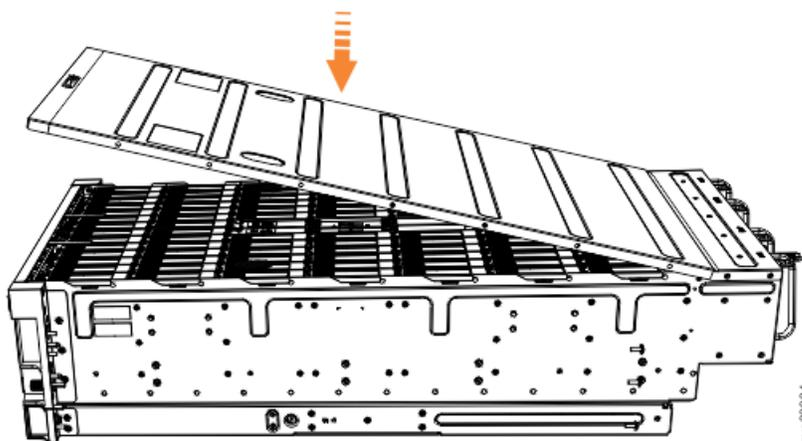

図 35. 上部カバーの位置合わせ
1. 57 ページの図 35 に示すように、カバーを慎重に下げて、エンクロージャーの背面に正しく位置合わせされていることを確認します。